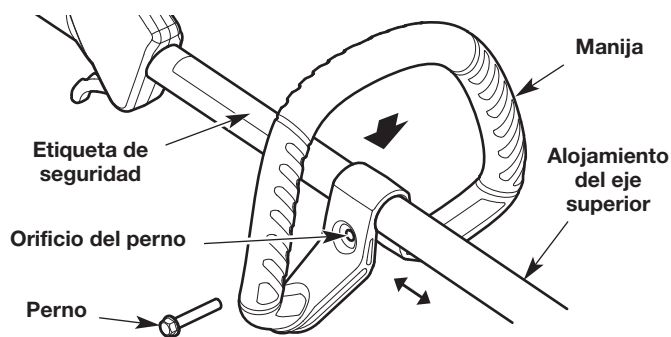

Fig. 6
1. Oprima la manija hacia abajo sobre el alojamiento del eje superior (Fig. 6). Asegúrese de que el orificio del perno mire hacia la derecha (Fig. 6).
2. Inserte el perno en el orificio del perno y oprímalo para que pase a través de él (Fig. 6). Ajuste el perno con un destornillador de cabeza plana, pero no lo ajuste completamente.
3. Mantenga la unidad en la posición de funcionamiento (Fig. 11). Mueva la manija hacia arriba o abajo del alojamiento del eje superior hasta que esté en una posición cómoda (Fig. 6). Compruebe que la manija esté ubicada más allá del extremo de la etiqueta de seguridad (Fig. 6).
1. Afloje el perno con un destornillador de cabeza plana (Fig. 6).
2. Mantenga la unidad en la posición de funcionamiento (Fig. 11). Mueva la manija hacia arriba o abajo del alojamiento del eje superior hasta que esté en una posición cómoda (Fig. 6). Compruebe que la manija esté ubicada más allá del extremo de la etiqueta de seguridad (Fig. 6).